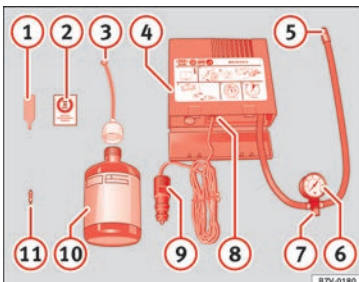

Abb. 69 Prinzipdarstellung: Bestandteile des Pannensets
- Ventilcappe und Ventileinsatz vom Reifenventil abschrauben. Verwenden Sie den Ventileinsatzdreher »» **Abb. 69** ① zum Heraus-schrauben des Ventileinsatzes. Legen Sie den Ventileinsatz auf einem sauberen Untergrund ab.
- Reifendichtmittelflasche kräftig schütteln »» **Abb. 69** ⑩.
- Schrauben Sie den Einfüllschlauch »» **Abb. 69** ③ auf die Dichtmittelflasche. Die Folie am Verschluss wird automatisch durchstoßen.
- Verschlussstopfen vom Einfüllschlauch »» **Abb. 69** ③ entfernen und das offene Ende ganz auf das Reifenventil stecken.
- Ventileinsatz mit dem Ventileinsatzdreher »» **Abb. 69** ① wieder in das Reifenventil schrauben.
- Reifenfüllschlauch »» **Abb. 69** ⑤ des Luftkompressors fest auf das Reifenventil schrauben.
- Prüfen, ob die Luftablassschraube »» **Abb. 69** ⑦ zuge dreht ist.
- Stecker »» **Abb. 69** ⑨ in die 12 Volt-Steckdose des Fahrzeugs stecken »»  Seite 170.
- Luftkompressor mit dem EIN- und AUS-Schalter »» **Abb. 69** ⑧ einschalten.